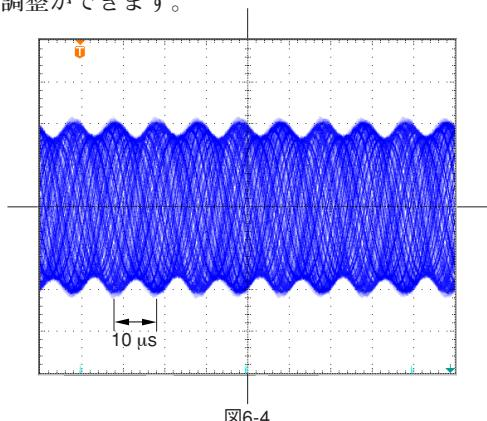

図6-4
- ③④の調整を交互に数回繰り返し、GBALボリュームの回転によって隣り合う山の高さがずれなくなるまで調整してください。
- ⑤ GBALボリュームを中心付近に設定し、スケールを移動させると図6-4に示すような波形が観測されます。このときPHASEボリュームを調整し、エンベロープリップルが最小になるようにします。また、GBALボリュームも微調整しエンベロープリップルが最小になるようにします。